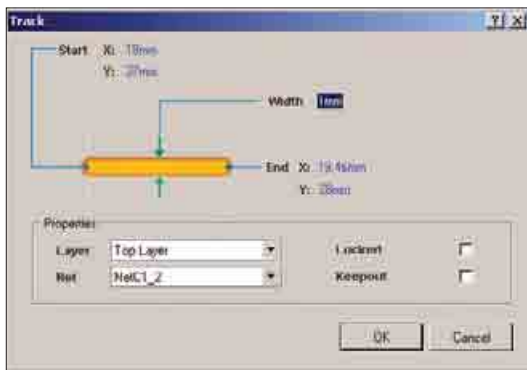

Рис. 1. Изменение ширины проводника
1. Выполним двойной щелчок левой кнопкой мыши на одном из проводников, подходящих к выводам транзистора VT1. Откроется окно редактирования параметров линии Track (рис. 1).